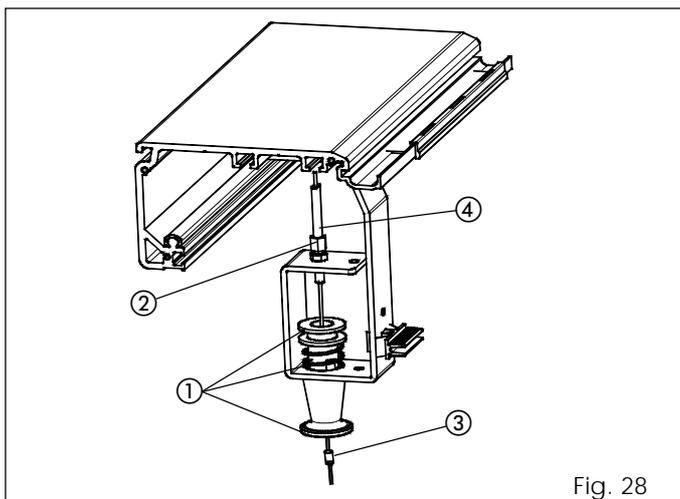

Fig. 28
- Assemblare il pomello di sblocco come indicato in fig. 28 rif. ①.
- Avvitare il registro, con i relativi dadi di bloccaggio, sulla parte interna della staffa (fig. 28 rif. ②).
- Bloccare il cavo di acciaio con il fermacavo ed apposita vite (fig. 28 rif. ③).
- Portare la guaina del cavo in battuta sul registro (fig. 28 rif. ④).